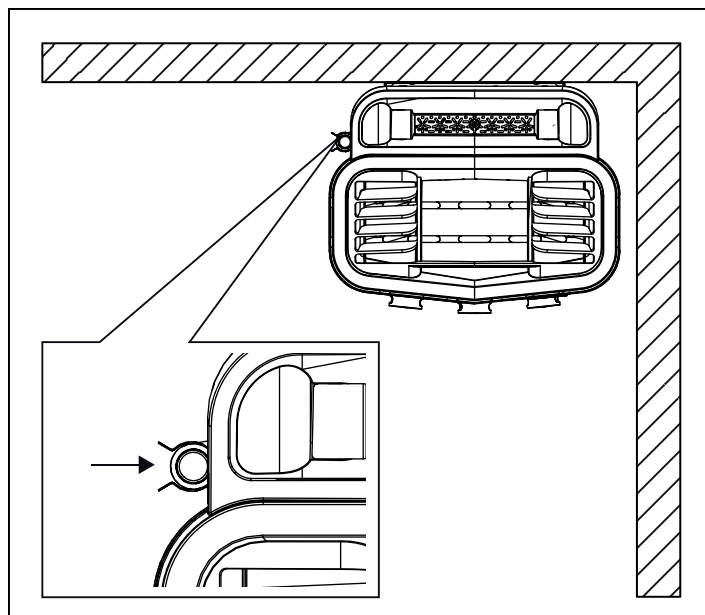

Рис. 7: Выберите сторону для дренажного шланга
5. Выберите наиболее доступную сторону для установки дренажного шланга (см. рис. 7–8).